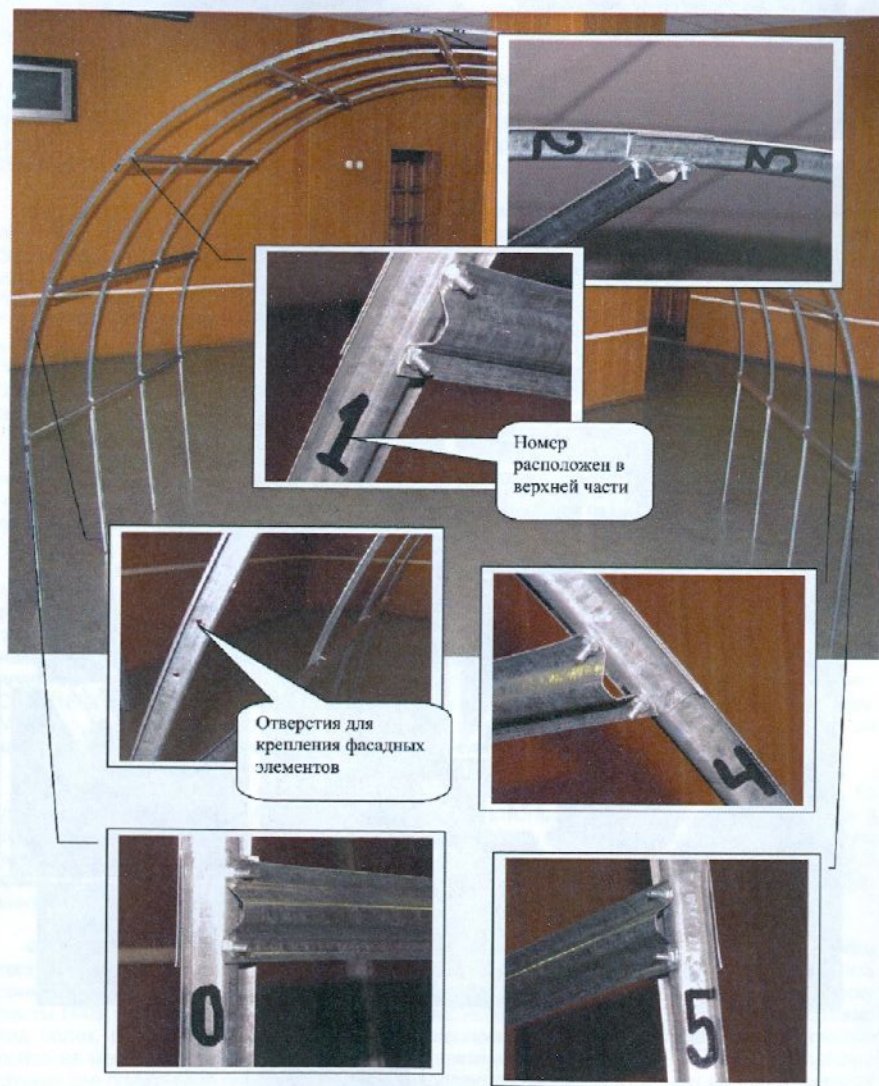

Рис. 3. Сборочные узлы теплицы.
**4.3. Установка фундамента. Рис. 3. \*Мы НЕ рекомендуем устанавливать теплицу без фундамента, т.к. это приведёт к её перекосу и прогибам.** Фундамент представляет собой короб из досок 120X40 мм., положенных на ребро. Короб изготавливается точно по внутренним размерам теплицы, доски соединяются шурупами 4X70 в торец. Если нет доски, достаточной длины, они сращиваются доской изнутри. Фундамент необходимо выставить по уровню и проверить диагонали. **\*При плохо выставленном фундаменте СПК ляжет неровно, что может сократить срок его службы.** Все шурупы входят в комплект. Фундамент крепиться к земле про помощи шести деревянных кольев 60X30X600 мм. **\*Для увеличения службы деревянного фундамента рекомендуем произвести пропитку антисептиком.**
**4.4. Установка на фундамент. Рис. 3.** На готовый фундамент установите теплицу, так чтобы верх рейки порога был на уровне верха доски фундамента, при этом концы стоек дуг будут на уровне низа доски. Последовательно прикрутите каждую стойку дуги к доске в нижнее отверстие шурупом 4X30. В верхнее отверстие будет крепиться СПК через шайбу 40X40. При правильно выставленном фундаменте, теплица должна стоять ровно без прогибов.
**4.5. Обшивка СПК. Рис. 3.** Сначала прикладываем к фасадным сторонам прямоугольные заготовки СПК **\*Раскрой СПК на рис. 6.** и очерчиваем изнутри теплицы контур заготовок. Затем прикручиваем к дугам уголки для крепления СПК. Режется СПК садовыми ножницами или ножницами по металлу. Снимаем защитную плёнку.
**4.8. Установка форточек в двери. Рис. 3 и 4.** Прикрутите шарниры двери к стойке теплицы. Перед установкой форточки необходимо снять с двери вертикальный полоз, прикрученный со стороны шарниров, наклеить на щель между дверью и стойкой полоску ленты ПВХ, шириной 40-50 мм., для предотвращения сквозняков. Затем, вставить форточку под полоз, расположенный со стороны противоположной шарнирам и прикрутить снятый полоз на место. Форточка должна свободно двигаться вверх-вниз. Для фиксации форточки служат две прижимные пластины, которые надеваются на концы торчащих винтов и крепятся каждая одним «барашком». Шпингалет крепится на четыре винта к стойке коробки. На двери необходимо отогнуть полоз для закрытия шпингалета. Чтобы форточка свободно заходила под верхнюю планку, аккуратно отогните её пассатижами.